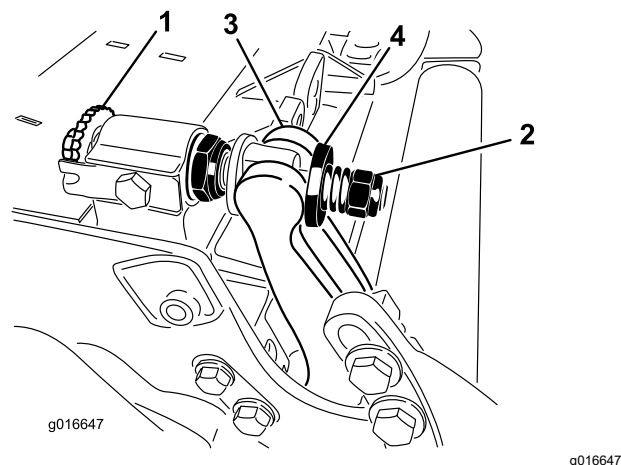

Bild 34
2. Drehen Sie die Federspannungsmutter so weit hinaus, bis die Scheibe nicht mehr gegen den Unterwasserträger angespannt ist (Bild 34).
1. Drehen Sie die Einstellschrauben des Unterwasserträgers nach links, um den Abstand zwischen Unterwasserträger und Spindel zu vergrößern (Bild 34).